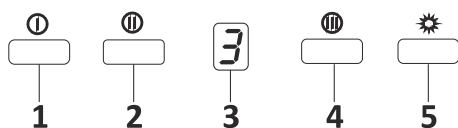

Fig. 16: Botão Spd Dig 3
1. ➔ Premir neste botão para ligar o produto. O produto também funcionará no 1º nível de velocidade quando este botão for premido.Fig. 16
2. ➔ O produto funcionará no 2º nível de velocidade quando este botão for premido.Fig. 16
3. ➔ Visor dig Pode seguir no visor a que velocidade o produto está a funcionar atualmente.Fig. 16
4. ➔ O produto funcionará no 3º nível de velocidade quando este botão for premido.Fig. 16
5. ➔ Premir neste botão para ligar ou desligar a lâmpada.Fig. 16
6. ➔ Premir e manter premido qualquer dos botões de funcionamento do motor por mais de 2 segundos, iniciará uma função de temporizador de 15 minutos. Será exibido um sinal quando o temporizador iniciar e o motor parará automaticamente após 15 minutos.Fig. 16